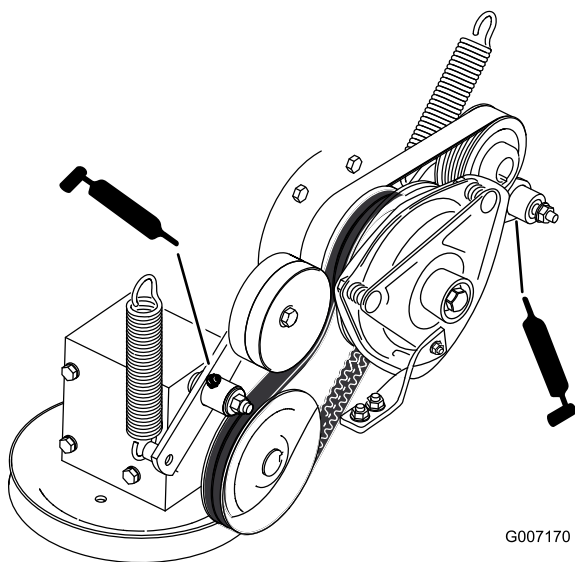

Figure 34
8. Graissez le bras de la poulie de tension de la courroie d'entraînement de PDF (Figure 34).
9. Graissez le bras de la poulie de tension de la courroie de pompe (Figure 34).